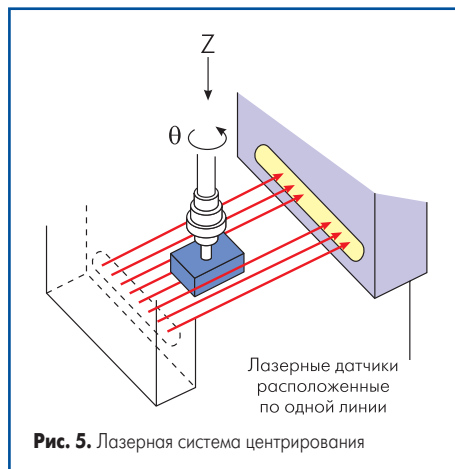

Рис. 5. Лазерная система центрирования
- С точки зрения точности важен также контроль позиционирования компонентов, который будет описан несколько ниже. Применяемое в машинах JUKI лазерное центрирование (рис. 5) предоставляет огромные преимущества при измерении внешних размеров компонентов. Современные лазерные системы центрирования имеют разрешающую способность, значительно превышающую разрешающую способность любой CCD-камеры. Компоненты могут быть измерены по всем трем координатам. Еще одно преимущество лазерных систем в том, что они не подвержены влиянию световых бликов. Кроме того, поскольку лазер закреплен на установочной головке, все измерения производятся действи-